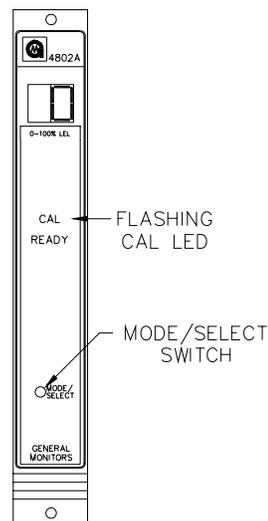

Abbildung 41 - Kalibrierungsprüfmodus aktivieren
2. Um in den Kalibrierungsprüfmodus zu gelangen, drücken und halten sie den Mode/Select – Schalter solange gedrückt, bis die **CAL LED** blinkt (etwa 10 Sekunden). Wenn die **CAL LED** blinkt, lassen Sie den Mode/Select Schalter los. Das Gerät befindet sich nun im Kalibrierungsprüfmodus (Abbildung 41).